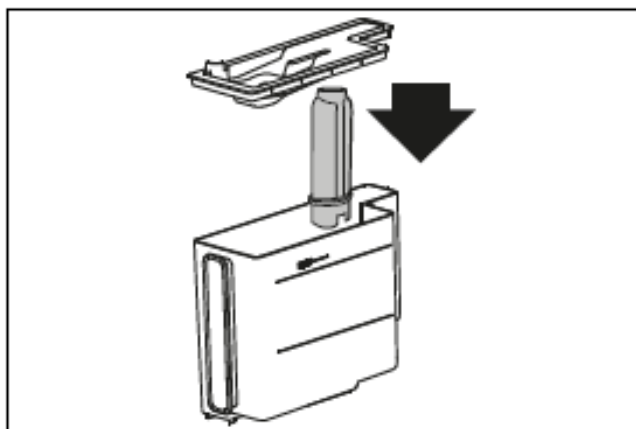

Рис. 58
5) (Если установлен фильтр) «Установите фильтр в корпус» (рис. 58). Нажмите > NEXT, извлеките резервуар для воды и снова установите фильтр для смягчения воды, если он был снят ранее;
- 4) «Установите фильтр в корпус и нажмите до упора»: вставьте фильтр в его корпус (рис. 58) и нажмите до упора. Нажмите > NEXT.